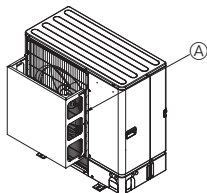

Fig. 2-4
- ② Ak je jednotka nainštalovaná na miesto, kde môžu do výstupu vzduchu priamo vstupovať silné vetry spôsobené napr. tajfúnom, nainštalujte voľiteľný vzduchový kryt. (Fig. 2-4)